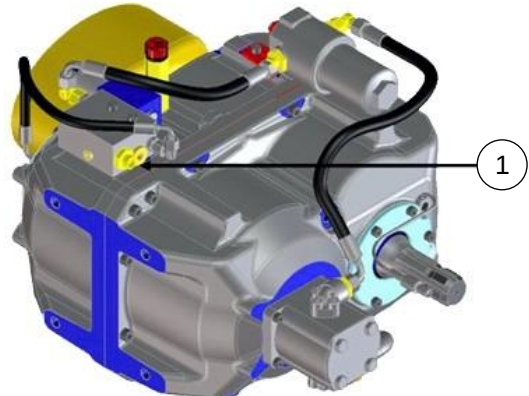
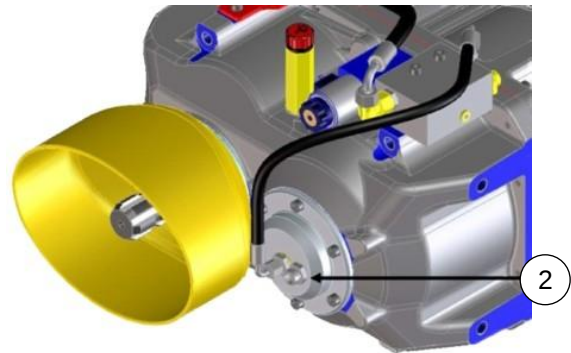
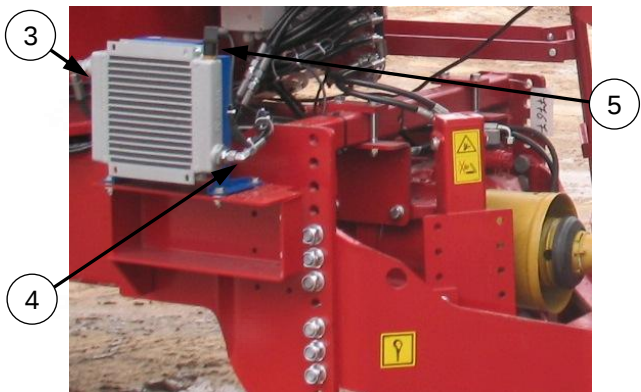

Abb. 1
Abb. 2
Abb. 3
- Der Mischwagen verfügt über einen Ölkühler für das Getriebe. Der Ölkühler (seitlicher Anschluss unten (4)) ist über einem Hydraulikschlauch mit dem Druckanschluss (1) des Getriebes verbunden (siehe Abb. 1 & Abb. 3).
- Der Rücklauf vom Ölkühler (seitlicher Anschluss oben (3)) ist mit dem Rücklaufanschluss (2) des Getriebes verbunden (siehe Abb. 2 & Abb. 3).
- Ein Thermostat am Kühler (Abb. 3, Pos.5) regelt das An- und Ausschalten des Ventilators.